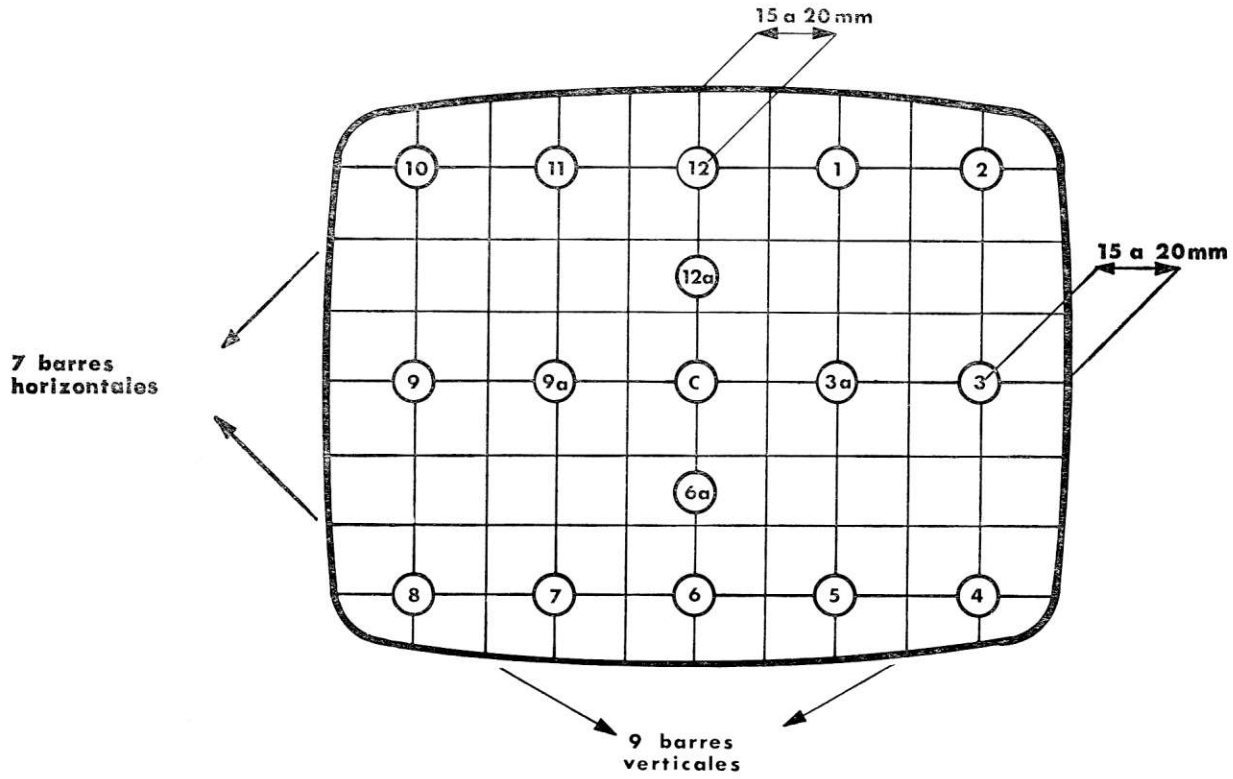

Fig. 19
- **Zone d'observation** : (c) (fig. 19).
- **Zones d'observation** : (12) - (12 a) - (6) - (6 a) (fig. 19).
- Zones d'observation : (6) - (6 a) (fig. 19).
- A l'aide du potentiomètre PC 01, régler la convergence des barres verticales « **Rouge - Vert** » en observant la zone (6 a) sans se préoccuper de la zone (6).
- Agir ensuite sur le potentiomètre PC 07 pour obtenir la convergence des barres verticales « **Rouge - Vert** » dans la zone (6).
- Régler le potentiomètre PC 02 pour superposer les barres horizontales « **Rouge - Vert** » dans les zones (6) et (6 a). S'il y a lieu, revenir sur le réglage des barres verticales. Le quadrillage obtenu dans les zones précitées doit être « **jaune** ».
- Ajuster le potentiomètre PC 06 pour superposer les barres horizontales « **Bleu** » aux barres horizontales « **Jaune** » dans les zones (6) et (6 a).